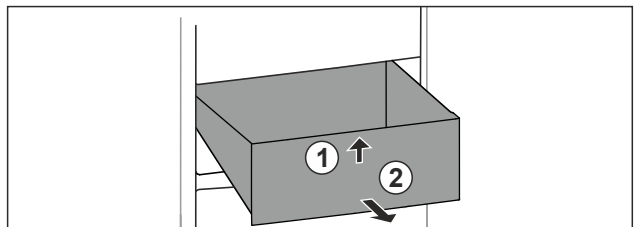

Fig. 77
- ▶ Podignite ladicu sprijeda. Fig. 77 (1)
- ▶ Izvadite ladicu prema naprijed. Fig. 77 (2)